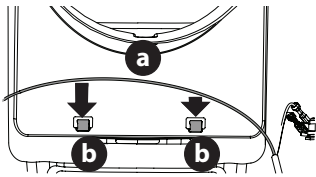

Figure 12
4. Placez le faisceau du phare (a) entre les deux guides (b) sur le devant du déflecteur (Figure 12).